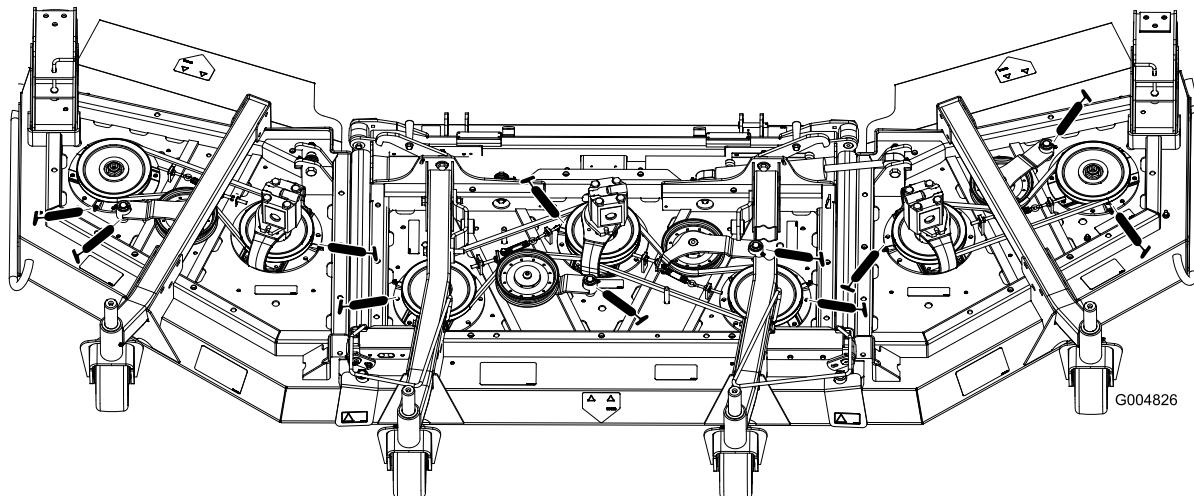

**Figura 69**
- Dois casquilhos de eixo da forquilha da roda giratória (Figura 69)